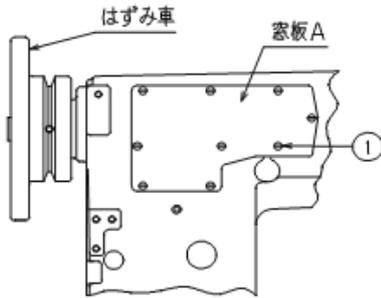

Fig.1
アームの反作業側にある窓板 A 止めねじ①(8ヶ所)と窓板 B 止めねじ②(1ヶ所)を緩めて、窓板 A、B を外します。(Fig.1、2)
(Fig.1、2)